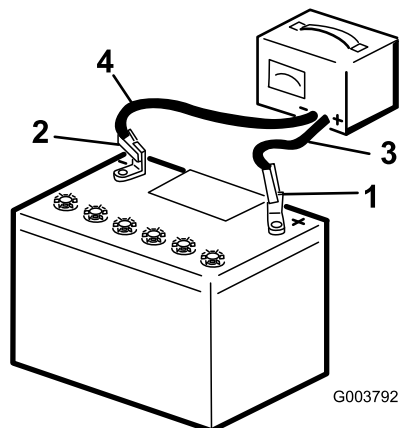

Figura 5
3. Cargue un cargador a la batería (Figura 5) y cárguela durante al menos 1 hora a 6 – 10 amperios. No sobrecargue la batería.
4. Cuando la batería esté completamente cargada, desconecte el cargador de la toma de electricidad, luego desconecte los cables del cargador de los bornes de la batería (Figura 5).